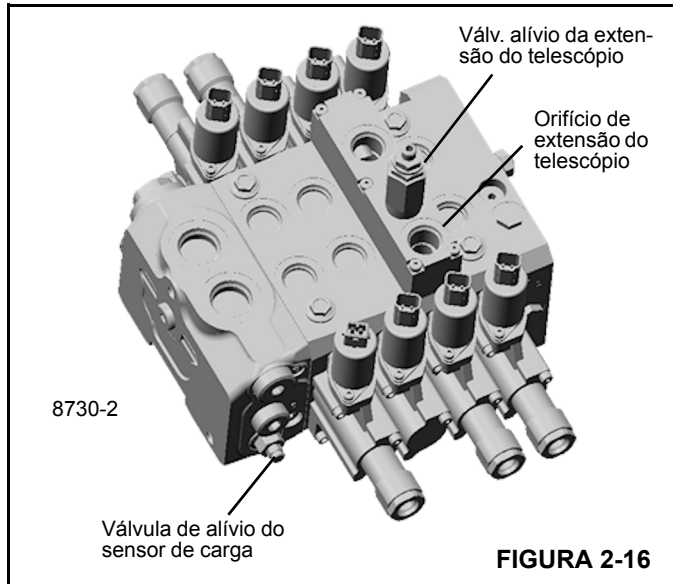

FIGURA 2-16
6. Se a pressão na etapa anterior não puder ser atingida, ajuste a válvula de alívio do sensor de carga na válvula direcional principal (Figura 2-16). Gire o parafuso de ajuste meia volta no sentido horário, aperte-o e repita a etapa anterior até que a pressão seja atingida.
9. Ajuste o cartucho de alívio de pressão localizado na válvula de alívio do telescópio (Figura 2-16). Gire o parafuso para dentro para aumentar ou para fora para diminuir até atingir a pressão correta e reaperte a contraporca.